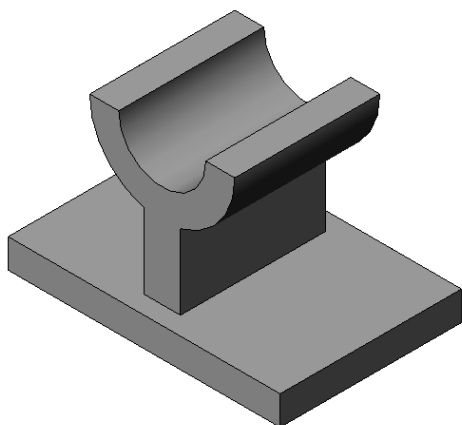

Рис. 13. Второй элемент, созданный путем вытягивания среднего контура
4. Выделите третий контур и вытяните его на требуемое расстояние (рис. 13, 14).
12. Установите в счетчике **Глубина** значение 40 и щелкните по кнопке ОК в менеджере свойств **Вытянуть**. Элемент, созданный путем вытягивания среднего контура, показан на рис. 13.